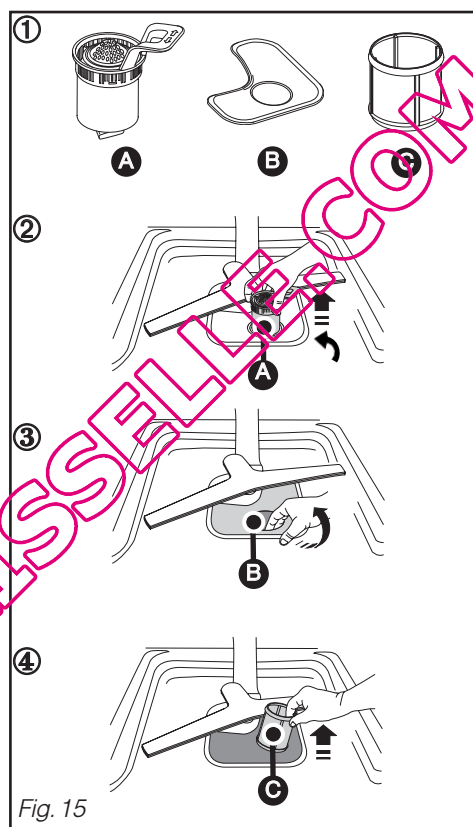
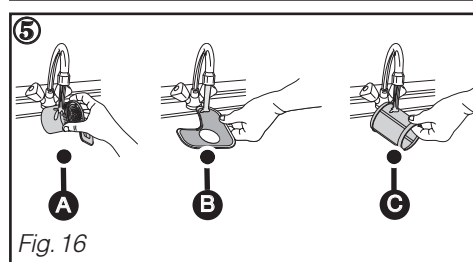

Fig. 15
Fig. 16
① Avant le démontage des filtres, retirez les déchets posés sur le grand filtre principal Ⓑ à l'aide d'une éponge pour éviter que ces déchets ne bouchent les bras d'aspersion. Orientez le moulinet comme sur le dessin. (Fig. 15)
② Dévissez d'un quart de tour le filtre à déchets puis le retirer Ⓐ .
③ Retirez le filtre principal Ⓑ .
④ Retirez le tamis micro filtre Ⓒ .
⑤ Nettoyez soigneusement les filtres Ⓐ , Ⓑ et Ⓒ sous l'eau courante. (Fig. 16).